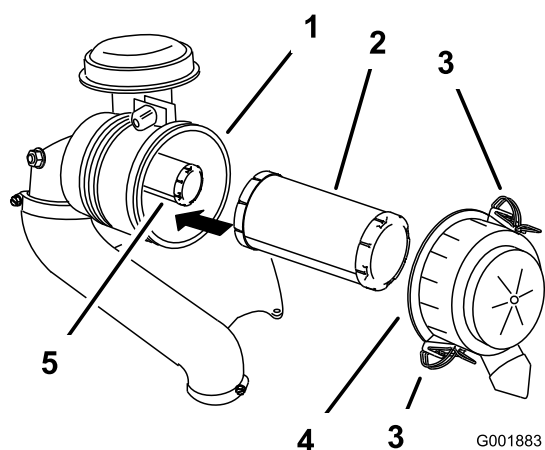

Figura 43
3. Rilasciate i dispositivi di fermo del filtro dell'aria e togliete il coperchio dal corpo del filtro (Figura 43).
5. Estraete con cautela il filtro primario dal corpo del filtro dell'aria (Figura 43).
2. Se sostituite il filtro interno, inseritelo con cautela nel corpo del filtro (Figura 43).
3. Montate con cautela il filtro primario sul filtro di sicurezza (Figura 43).
4. Montate il coperchio del filtro dell'aria e chiudete i fermi (Figura 43).